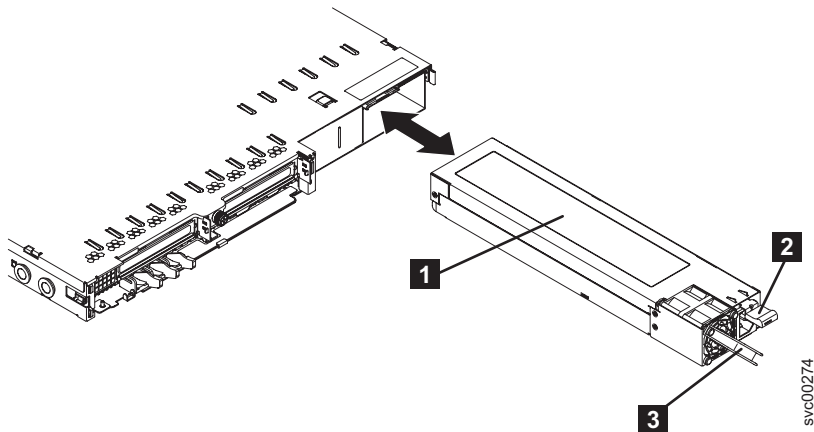

図 151. SAN ボリューム・コントローラー 2145-8G4 電源機構
3. オレンジ色の解放タブ **2** (186 ページの図 151 を参照) を押し下げたまま、ノードから電源機構を引き出します。